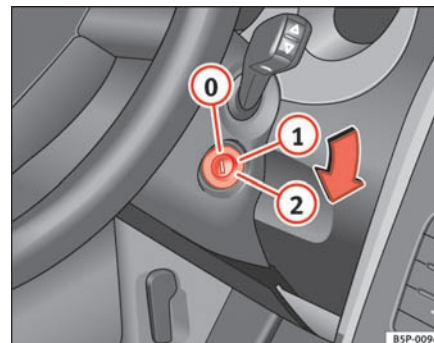

Fig. 97 Tændingsnøglenes stillinger
I stillingen ⇒ fig. 97 er tændingen afbrudt og motoren standset, og rattet kan være låst.
- Drej tændingsnøglen til stilling ⇒ side 123, fig. 97 ①. Kontrol-lampen  lyser under motorforvarmningen.
- Når advarselsslampe slukker, skal du dreje nøglen til stilling ② for at starte motoren. Giv ikke gas.
- Drej tændingsnøglen til stilling ⇒ side 123, fig. 97 .